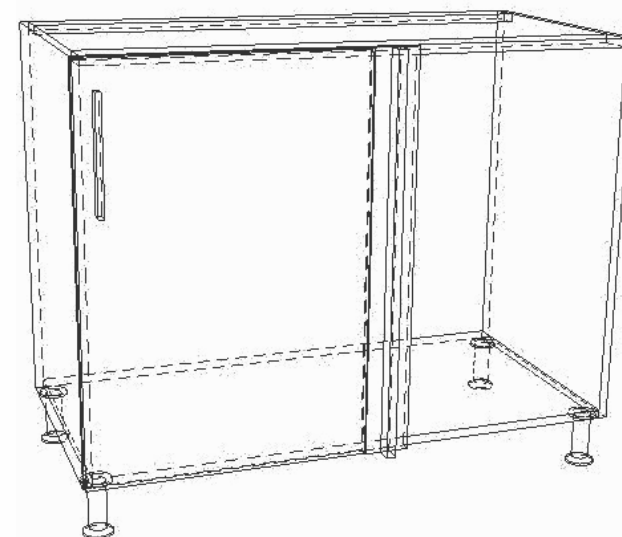

Рис.1
1.Последовательно соберите каркас тумбы из деталей (1,2,3), скрутите шурупами-конфирматами (6). На лицевой части каркаса тумбы установите, как показано на рис.1, переднюю планку (4), прикрутите в торец основания тумбы (2) и торец царги (3), используя шурупы-саморезы 4x30 (8).
2. К основанию собранной тумбы, ориентируясь на разметку присадочных отверстий, прикрутите опору регулируемую (11) шурупами-саморезами 4x16 (7).
4.Предварительно на тыльной стороне фасада в присадочные отверстия установите чашки петель в сборе с ответными планками (9), прикрутите шурупа-саморезами 4x16 (7). Далее фасад с установленными петлями крепят к